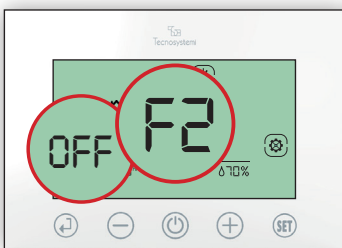

Fig.31
- 2.1 Verificare il lampeggio di OFF e fascia F2, premere il tasto  per impostare ON e confermare con  (Fig.31)